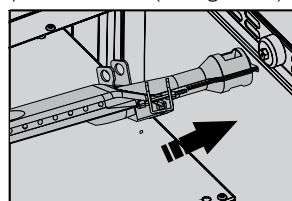

Figura 46
- Ensamble de nuevo el quemador de tal forma que coincida concéntricamente el quemador con el porta inyector colocando los tornillos de acuerdo a la posición inicial. (Ver figura 46).